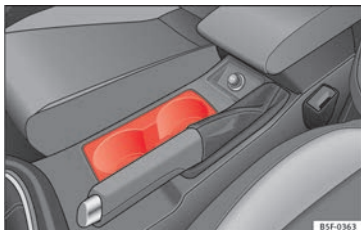

Bild 156 Mittkonsolen: Främre dryckeshållare.
- Placera drycker i hållaren » bild 156. Det är möjligt att placera två drycker i hållaren. Det är även möjligt att placera större plastflaskor i kanterna på dörrarna.